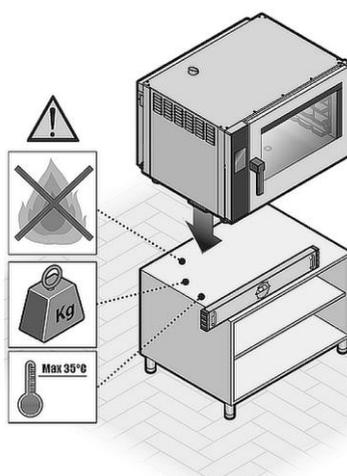

Abb. 8
**Diese Vorrichtungen müssen in jedem Fall perfekt nivelliert und stabil sein und müssen sich für das voll beladene Gerät eignen. Ihre Oberfläche muss feuerfest und gegenüber hohen Temperaturen beständig sein (Abb. 8).**